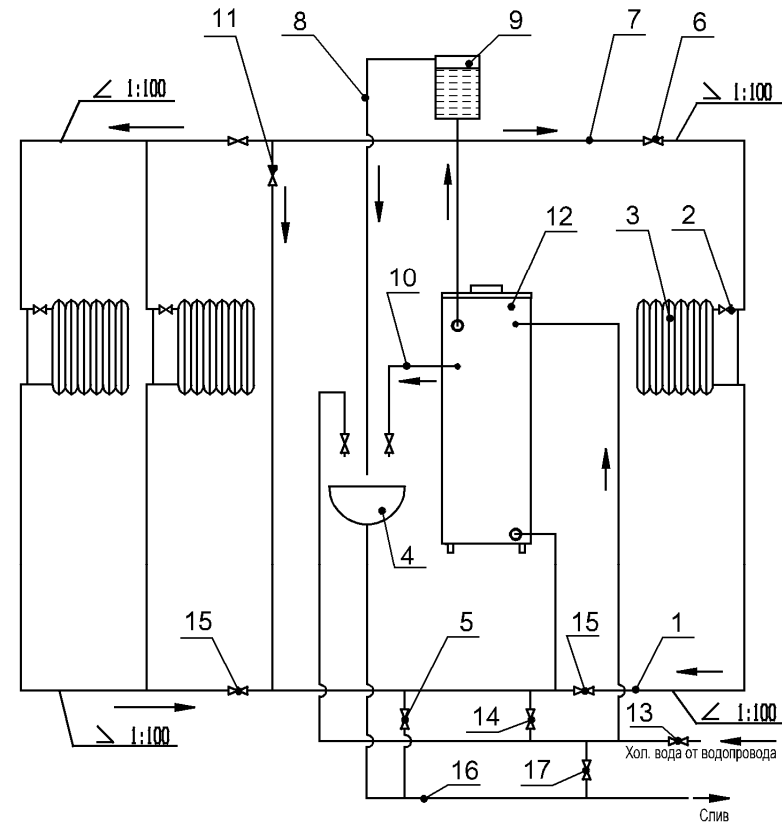

Рис.1 Рекомендуемая схема системы отопления котла
7.2 Произвести монтаж отопительной системы в соответствии с рекомендуемой схемой (см. рис. 1).